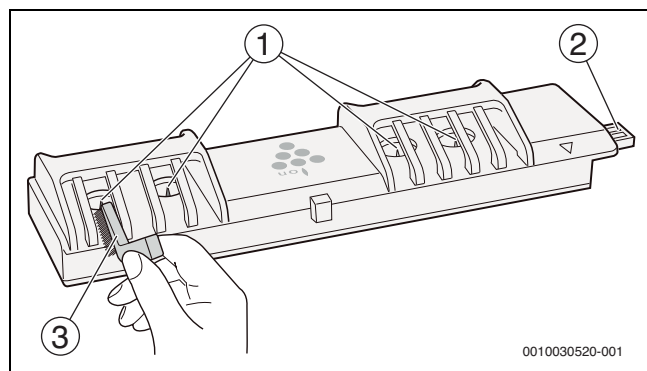

Fig. 30
- Brug PCI-børsten (→ fig. 30) eller svaberen (sælges separat) til at fjerne støv omkring PCI-elektroden.